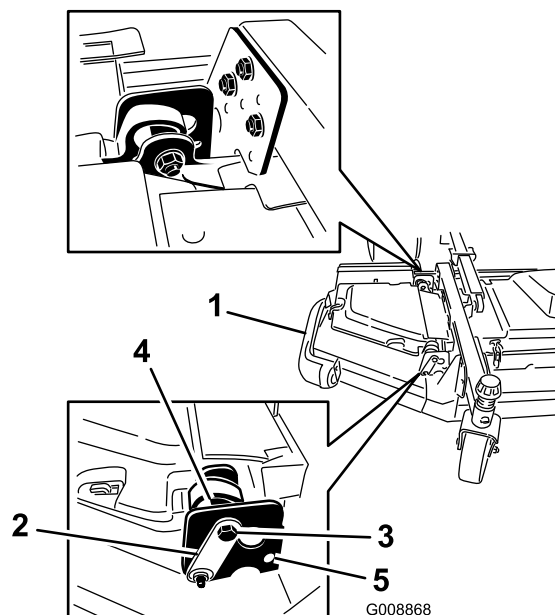

Bild 7
- Drehen Sie den hinteren Exzenter (der der Zugmaschine am nächsten ist), bis die äußere Messerspitze ungefähr 3 mm höher ist als die gewünschte Schnitthöhe (Bild 7).
- Lösen Sie die Schrauben und Muttern, mit denen die zwei Exzenterdistanzstücke an den Flügeln befestigt sind (Bild 7).